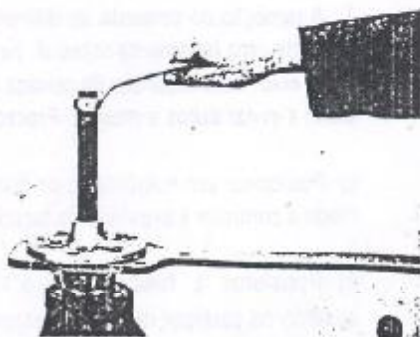

Figura 5.17.3 - Remoção do garfo da junta universal.
2. Remover o garfo da junta universal, utilizando-se de uma ferramenta adequada (Figura 5.17.3).